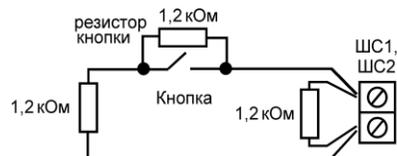

Рис.8 – Подключение оконечных резисторов к шлейфам «ШС1», «ШС2»
- 1,2 кОм параллельно тому шлейфу, концевые выключатели которого предполагается не использовать (см. Рис.8). После завершения программирования эти резисторы можно отключить.